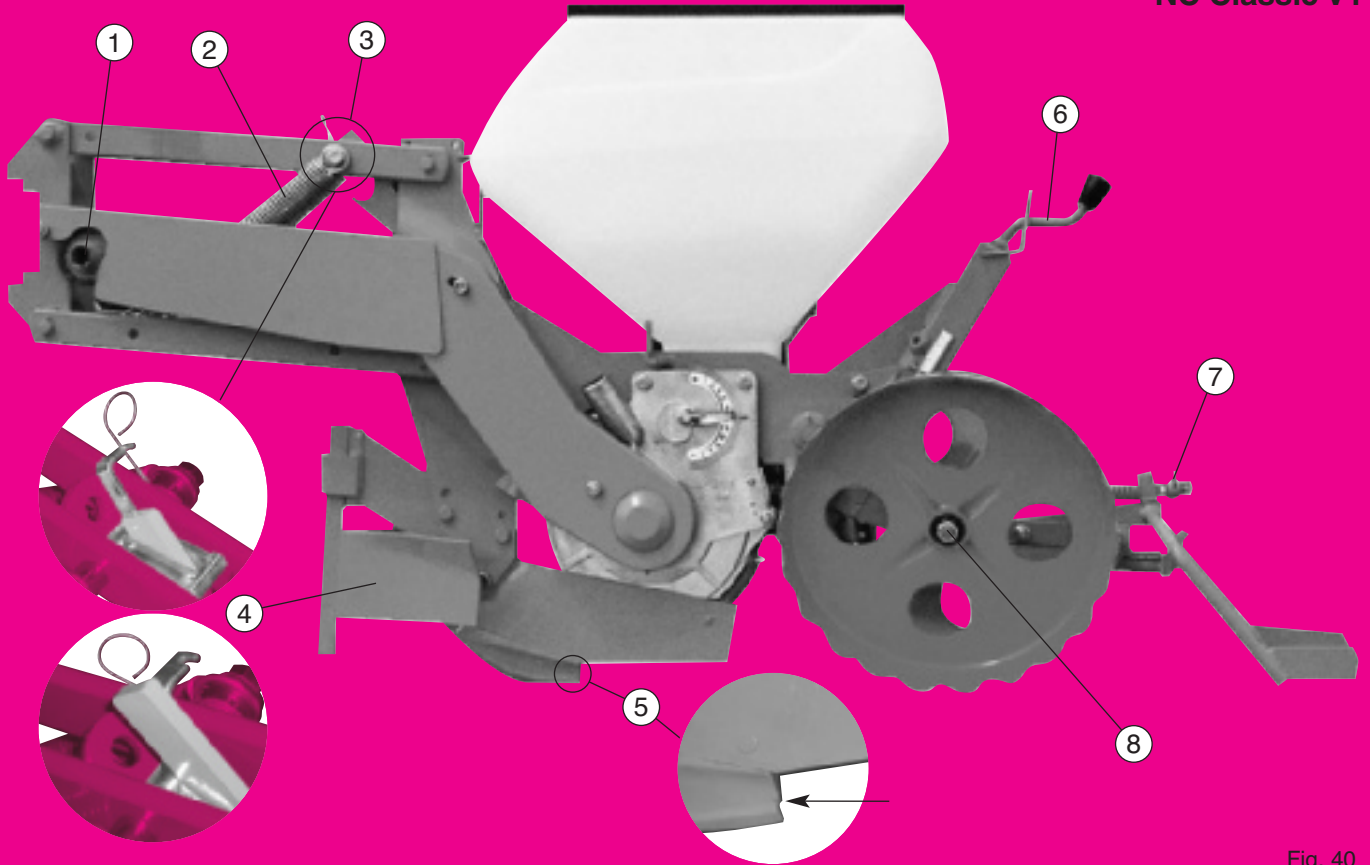

Fig. 40
Versión de base (fig. 40) élément monté sur parallélogramme, terrage par le bloc arrière uniquement avec la manivelle (6) (fig. 40) - chasse-mottes avant avec coutre - soc standard maïs - roues tasseuses inclinées tôle - raclettes arrière - trémie 40 litres.
- ① Système de sécurité (fig. 40) : il provoque un crabotage sonore en cas de blocage de la distribution. Un arrêt est alors obligatoire (voir page 29). Graisser les dents du crabot à la mise en route pour faciliter les premiers déclenchements.
- ② Ressorts de parallélogramme : ils accentuent le poids de l'élément. En cas de trop forte pénétration, les ressorts peuvent être supprimés (1 ou les 2).
- ③ Taquet d'accrochage en position relevée (fig. 40) : en cours de travail, laisser le ressort dans son cran pour éviter les accrochages involontaires du taquet.
- ④ Chasse-mottes : doit travailler superficiellement pour éviter les risques de bourrages au niveau du boîtier ou de la chaîne.
- ⑤ Lorsque l'usure du soc atteint le stade du décrochement, le semis devient irrégulier : la pointe doit alors impérativement être remplacée.
- ⑥ Réglage du terrage (fig. 40) : une jauge graduée facilite l'uniformité du réglage.
- ⑦ Réglage de la hauteur des raclettes (fig. 40) par un jeu de rondelles d'épaisseur.
- ⑧ Réglage de l'écartement des roues maïs (fig. 40) : 2 bagues sur moyeux que l'on place, soit côté intérieur, soit côté extérieur, permettent d'obtenir 2 écartements à la base. Utiliser les roues réservées pour semis superficiels (1 à 3 cm).
Basic version (fig. 40) element mounted on a parallelogram, depth control via the rear unit only, with the crank (6) (fig. 40)
- ① Safety system (fig. 40) : this causes the clutch to sound in case of a blockage in the metering system. When this clutch sound is heard, stop the machine immediately (see page 29). The teeth of the clutch should be lubricated when restarting in order to make the first declutching easier.
- ② Parallelogram springs : these increase the element's weight. If the penetration is too great, the springs may be removed (one or both).
- ③ Locking pawl to keep unit in a raised position (fig. 40) : while planting, in order leave the spring in its notch to avoid unexpected lock-up.
- ④ Clod remover : should work on the ground surface to avoid plugging at the metering box or chain.
- ⑤ When the shoe reaches this point of wear, sowing becomes irregular : the tip must then be replaced.
- ⑥ Adjustment of the depth (fig. 40) : a gradual scale makes it easier to set the unit at a uniform depth.
- ⑦ Adjustment of the height of the hillers (fig. 40) by means of a pair of washers.
- ⑧ Adjustment of the spacing of corn press wheels (fig. 40) : placing the 2 bushings on the inside or the outside of the wheel hub allows for 2 basic widths. Use the narrow setting for shallow seeding (1 - 3 cm) (3/8 - 1 1/2").
Versión de base (fig. 40) : elemento montado sobre paralelogramo, presión de ruedas por el bloque trasero solamente, con manivela (6) (fig. 40) - rompe-terrones delantero con cuchilla - reja estándar maíz - ruedas compactadoras inclinadas chapa - rascadores traseros - tolva 40 litros.
- ① Sistema de seguridad (fig. 40) : provoca un embrague sonoro al bloquearse la distribución. Entonces es preciso parar la máquina (véase página 29). Engrasar los dientes del embrague a la puesta en marcha con el fin de facilitar los primeros desenganches.
- ② Muelles de paralelogramo : acentúan el peso del elemento. En caso de demasiada penetración, los muelles pueden ser suprimidos (1 o los dos).
- ③ Leva de enganche en posición levantada (fig. 40) : durante el trabajo dejar el muelle en su muesca para evitar los enganchones involuntarios de la leva.
- ④ Quitaterrones : ha de trabajar superficialmente para evitar los riesgos de atascamiento en la caja o en la cadena.
- ⑤ Cuando el desgaste de la reja llega hasta el desprendimiento de la punta, la siembra entonces es irregular. Se debe cambiar la punta de reja imperativamente.
- ⑥ Regulación de enterramiento (fig. 40) una varilla de nivel graduada facilita la uniformidad de regulación.
- ⑦ Regulación de altura de los rascadores (fig. 40) mediante un juego de arandelas de espesor.
- ⑧ Ajuste de la separación de las ruedas maíz (fig. 40) : 2 anillos montados en el cubo que se colocan en el lado exterior o en el lado interior, permiten obtener 2 separaciones de base. Utilizar las ruedas gemelas para siembras superficiales (1 a 3 cm).